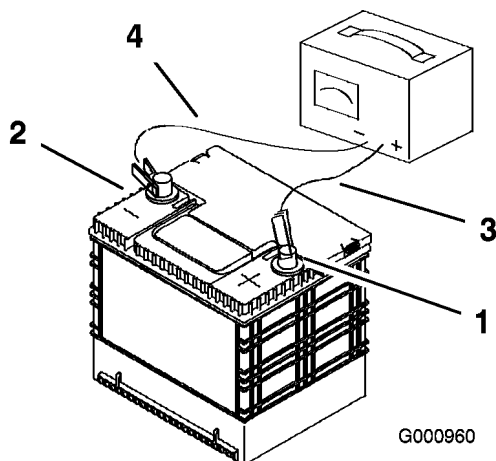

Bild 46
2. Wenn die Batterie voll geladen ist, ziehen Sie den Stecker des Ladegeräts aus der Dose. Klemmen Sie dann die Klemmen des Ladegeräts von den Batteriepolen ab (Bild 46).